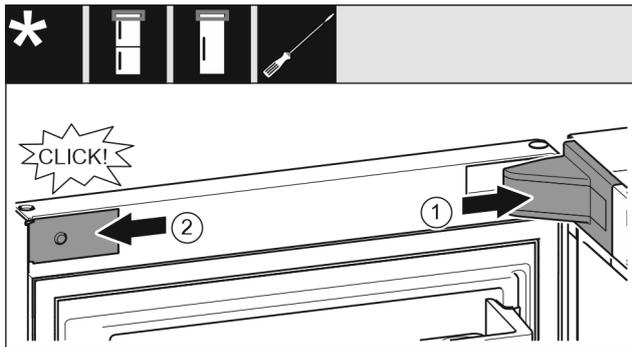

Fig. 19
- ▶ Nasadíte kryt ložiskovej konzoly a zaistíte, príp. opatrne roztláčte. Fig. 19 (1)
- ▶ Zboku nasadíte a zaistíte kryt. Fig. 19 (2)